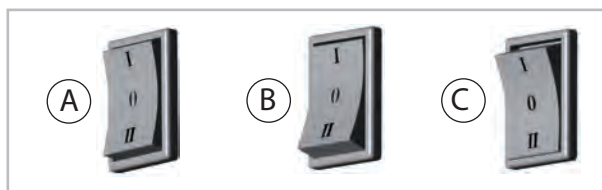

Abb. 5: Stellungen des Betriebsschalters
1. ➤ Betriebsschalter in Stellung „0“ (Aus) schalten. (siehe Bild [A] in Abb. 5)
2. Den Betriebsschalter in Stellung „I“ (Ein) schalten. (siehe Bild [B] in Abb. 5)
5. Betriebsschalter in Stellung „I“ (Heizen) schalten. (siehe Bild [B] in Abb. 5)
Schalten Sie den Betriebsschalter in Stellung „II“ (Lüften) - (siehe Bild [C] in Abb. 5).